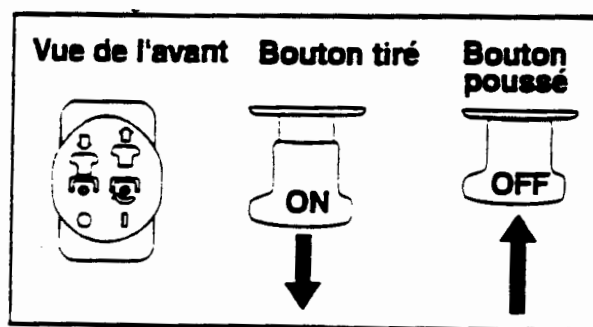

Figure 8
- Pour vous déplacer en MARCHE ARRIÈRE, assurez-vous qu'il n'y a pas d'obstruction derrière-vous, puis appuyer lentement sur la partie inférieure de la pédale d'accélérateur avec la plante de votre pied (et pas votre talon) jusqu'à l'obtention de la vitesse désirée. Voir la figure 8.
- Tirez sur le bouton de la prise de force pour l'embrayer. Voir la figure 8.